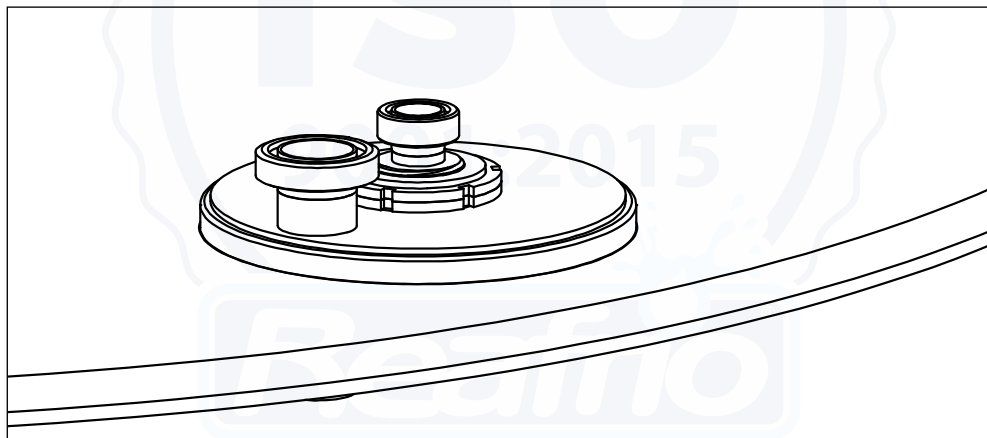

Imagen 8 - Montaje Final del Soporte Spray
3. Con la llave SMS de 1.1/2" y 2", apriete la tuerca del soporte (Imagen 8).